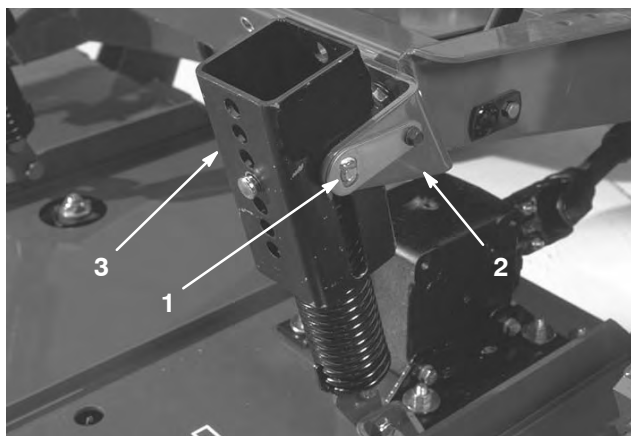

Figure 21
2. Sur la Groundsmaster série 200 uniquement, débranchez le ressort d'équilibrage du groupe de déplacement, enlevez les goupilles de sécurité des supports, séparez les ensembles tension de ressort des supports, et déposez-les sur le plateau. Fixez légèrement les goupilles de sécurité aux supports pour ne pas les perdre (Fig. 21).